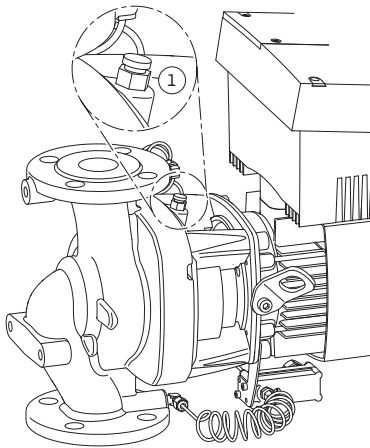

Fig. 44: Entlüftungsventil
- Pumpen durch Lösen der Entlüftungsventile (Fig. 44, Pos. 1) entlüften. Ein Trockenlauf zerstört die Gleitringdichtung der Pumpe. Der Differenzdruckgeber darf nicht entlüftet werden (Gefahr der Zerstörung).